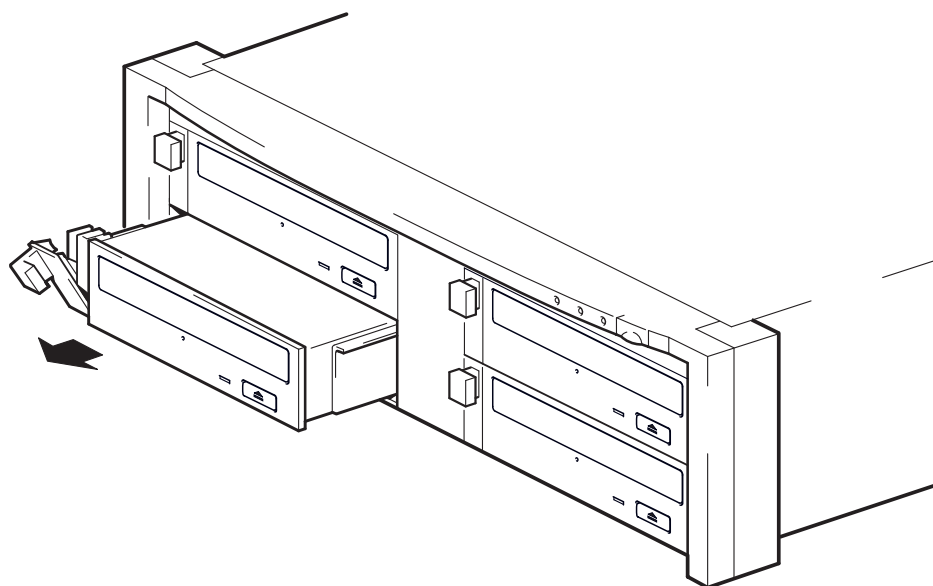

Figura 5b: rimozione dell'unità
- 2** Usando la leva di rilascio, estrarre delicatamente l'unità dall'array per nastri (vedere la figura 5b).